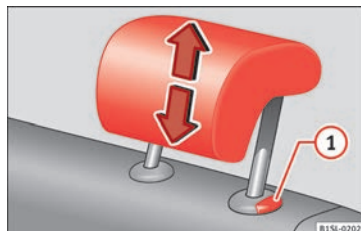

Fig. 4 Ajustar os encostos de cabeça traseiros.
- Desbloqueie o encosto de cabeça no sentido da seta, para cima ou para baixo ao mesmo tempo que pressiona o botão »» Fig. 4 ① »» ⚠.